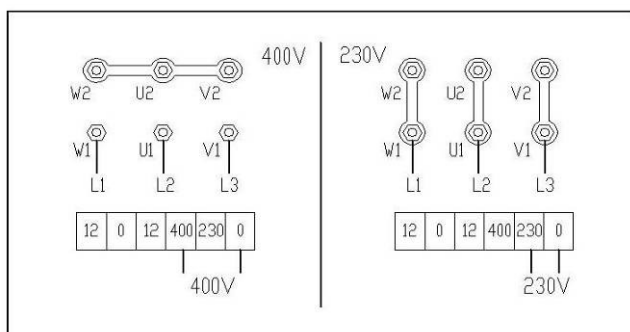

рис. 17
- если подъемник работает при 230V 3 фазы, измените соединение на трансформаторе и моторе. (рис. 17)